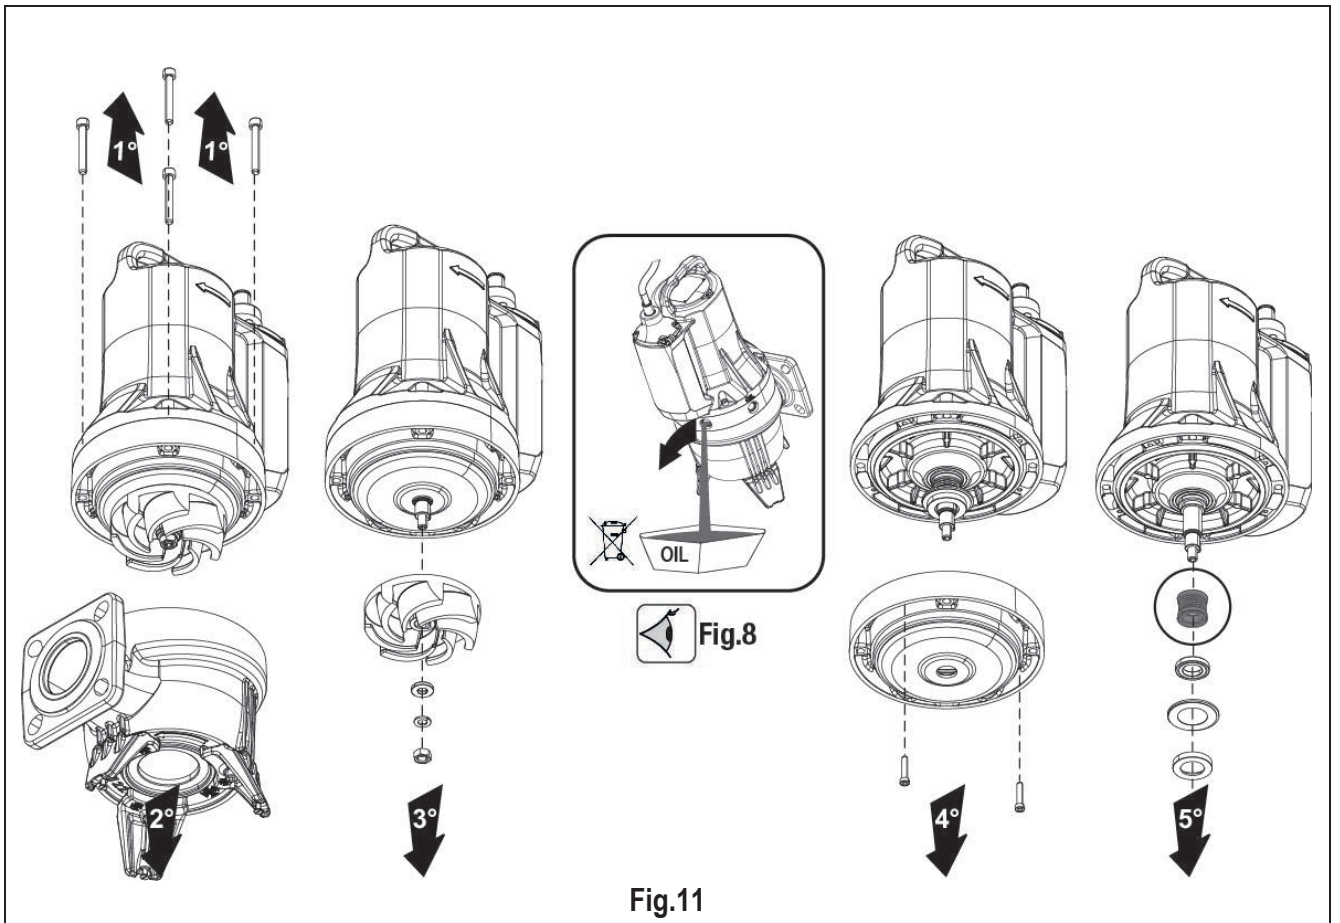

Fig.11
- Înlocuirea etanșarea (Fig.11)